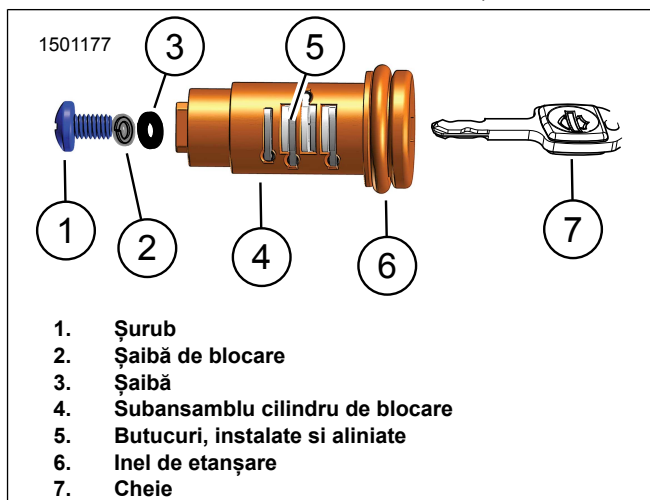

Figura 5. Încuietoare asamblată
9. A se vedea figura 5. În timp ce țineți butucurile perfect în loc, instalați cheia în subansamblul cilindrului asamblat.